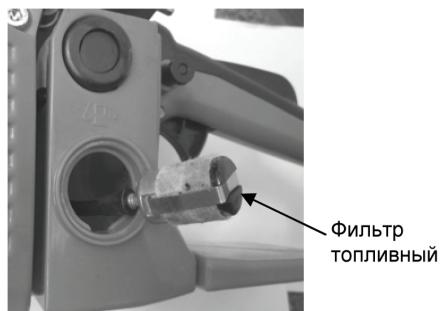

Рис. 19
3. Согните кусок мягкого провода в виде небольшого крючка. Зацепите крючком топливный шланг с фильтром и вытяните через запивную горловину топливный фильтр (Рис. 19).